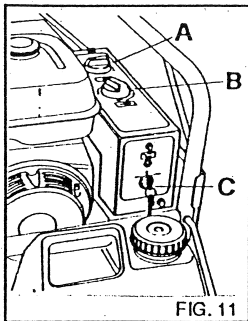

FIG. 11
TABLEAU DES COMMANDES (fig. 11)
3) Faire démarrer le moteur (fig. 11).
4) Pour le fonctionnement du nettoyeur avec l'eau chaude, tourner le sélecteur B (fig. 11).